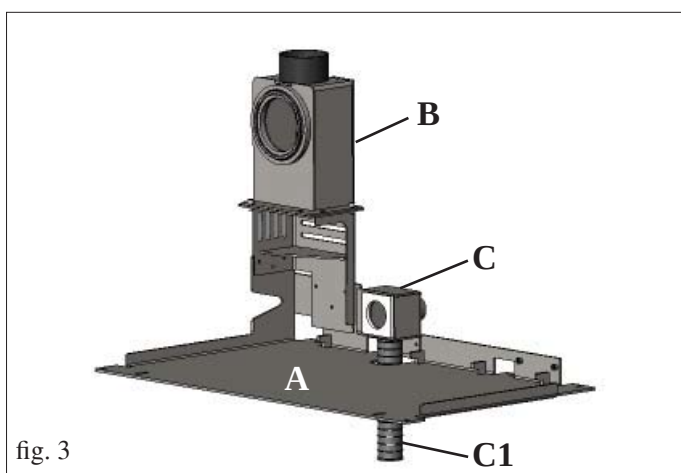

fig. 3
baixo da placa de base (A) ver fig. 3.